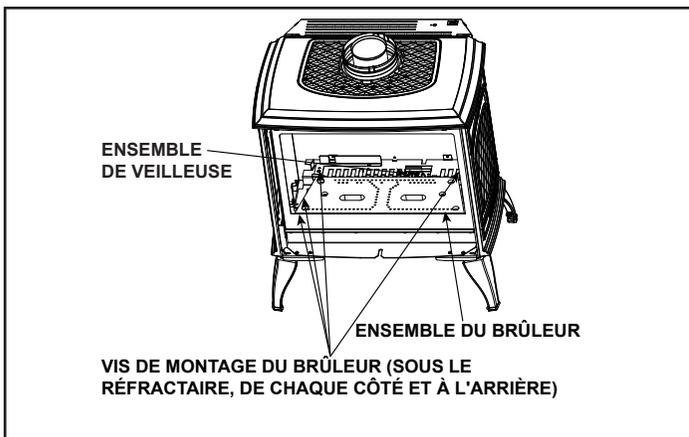

Figure 6.12 Retirer le brûleur
13. La veilleuse doit être légèrement soulevée pour permettre le retrait du brûleur. À l'aide d'un embout de 1/4 po, retirez les deux vis fixant la veilleuse au brûleur. Retirez le bouclier de la veilleuse et soulevez légèrement la veilleuse jusqu'à ce que les languettes de montage de la veilleuse soient dégagées. Voir la Figure 6.12.
14. À l'aide d'un embout de 1/4 po, retirez les deux vis de montage du brûleur de chaque côté de celui-ci. Retirez les deux vis fixant le brûleur à la paroi arrière de la boîte à feu. Voir la Figure 6.12. Retirez le brûleur du poêle.